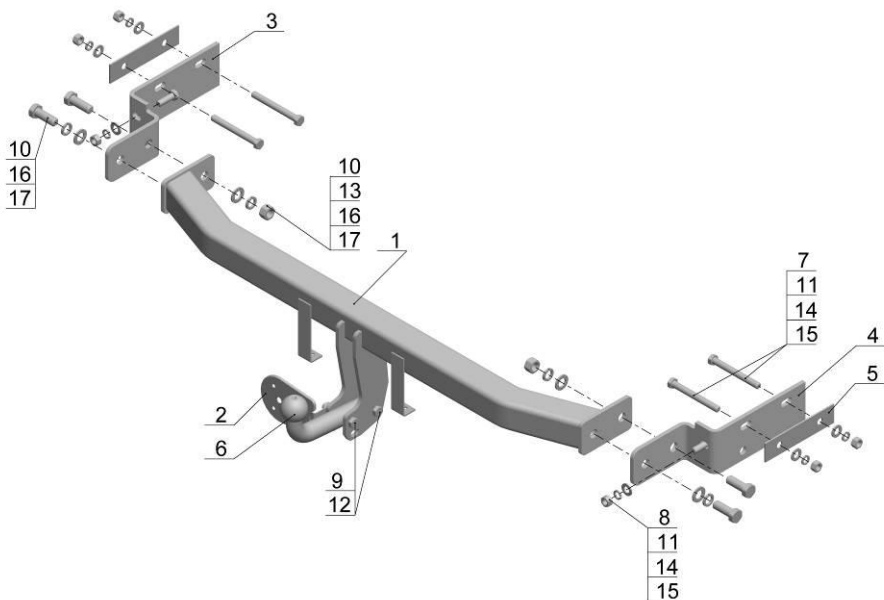

Рис.1.
- Установить ТСУ (рис.1) на автомобиль, используя крепежные элементы (поз.10,13,16,17);